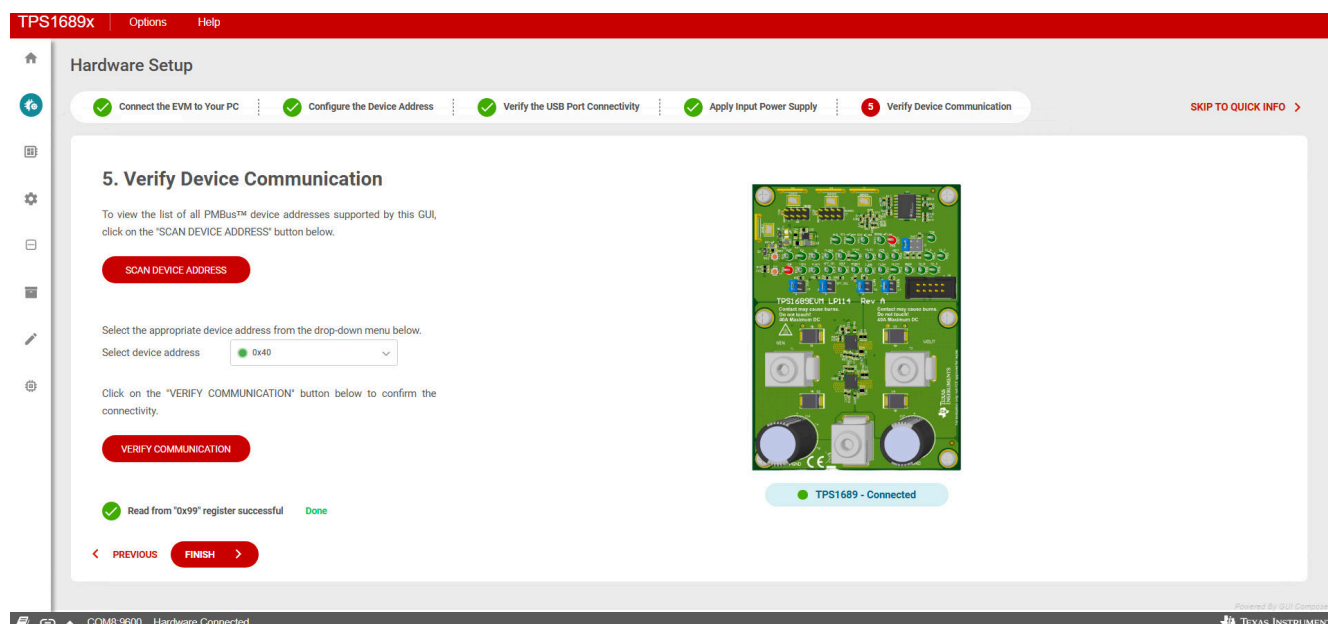
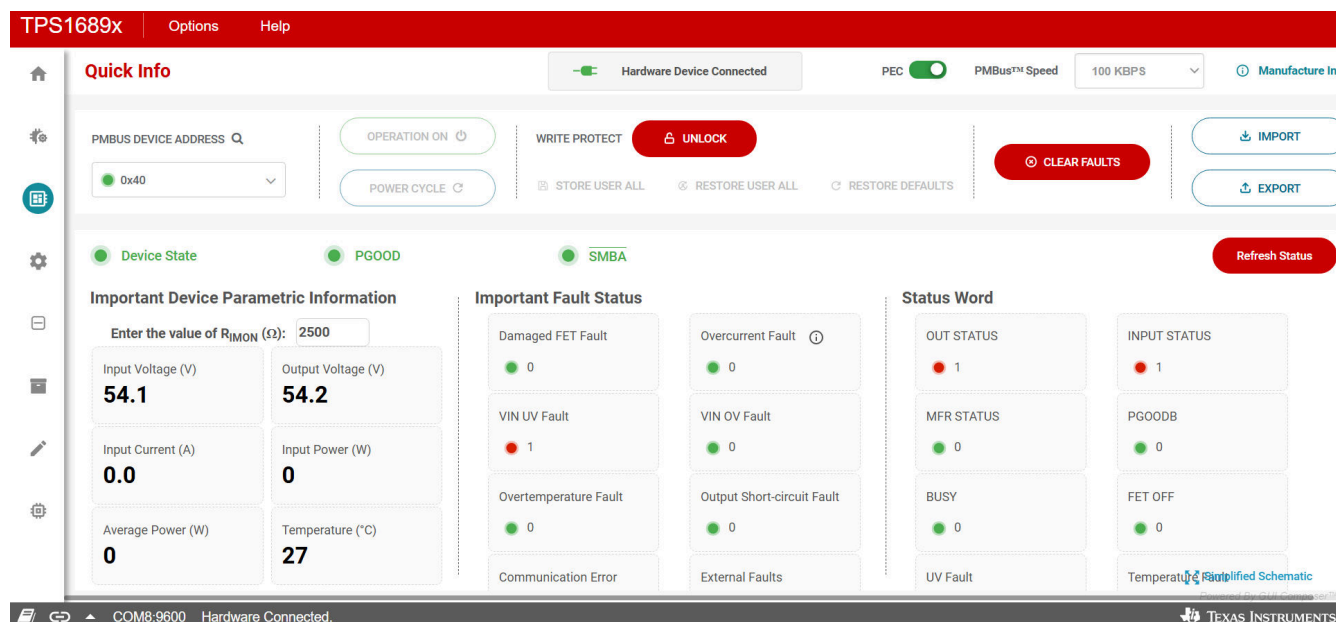

図 4-4. TPS1689EVM-GUI: デバイスの接続を確認します
図 4-5. TPS1689EVM-GUI:クイック情報
概要を示したようにこれまでの 4 つの手順すべてを完了した後、図 4-4 に示すように、すべての手順を注意深く実行し、ハードウェア設定ページのステップ-5 でデバイスの通信を検証してください。
図 4-5 に示すように、ユーザーはデバイスの通信を確認する際に「終了」(FINISH) アイコンをクリックした後、「クイック情報」(Quick Info) ページに移動します (図 4-4 を参照)。図 4-5 に示すように、このページには GUI の左側にある「クイック情報」(Quick Info) アイコンをクリックしてアクセスすることもできます。「クイック情報」(Quick Info) ページには、次の機能があります。
正しい値の入力電流 (A) と入力電力 (W) を取得するには、評価基板の IMON ピンに配置された抵抗と一致するように、GUI で R_{IMON} を更新することによってのみ得られます (図 4-5 の赤い丸を配置して指摘したように)。